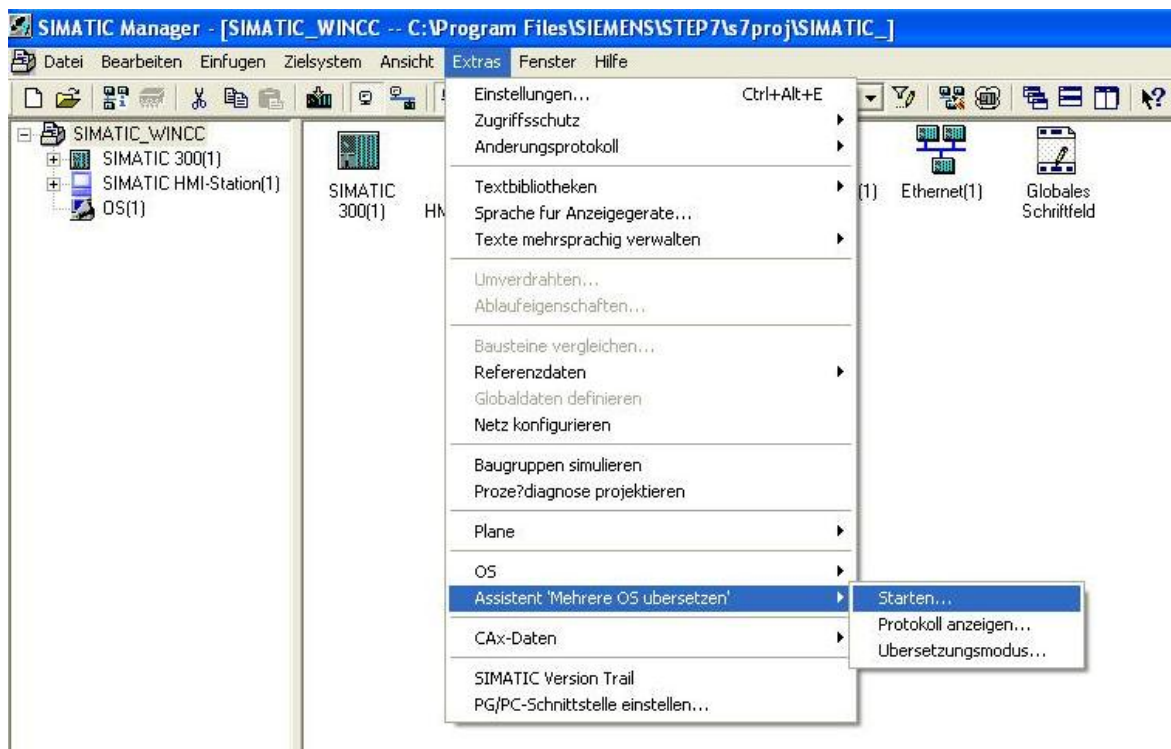

Рисунок 3.7 - «Assistent Mehrere OS übersetzen»
1) Через пункт меню «Extras» обрати пункт «Assistent Mehrere OS übersetzen» та натиснути старт (рис. 3.7)